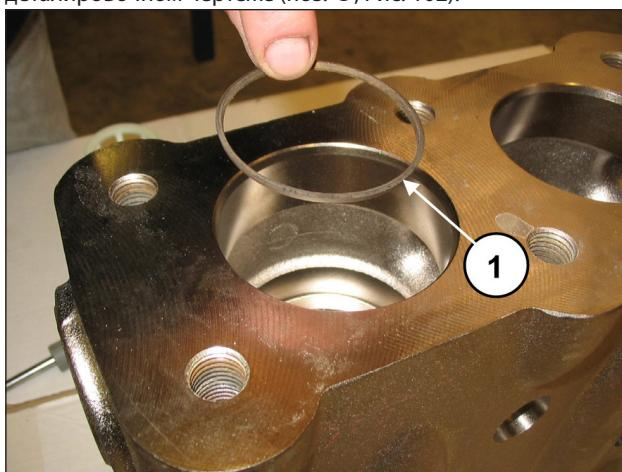

Рис. 102
Вставьте антиэкструзионное кольцо, поз. №4 на деталировочном чертеже (поз. ①, Рис. 102).